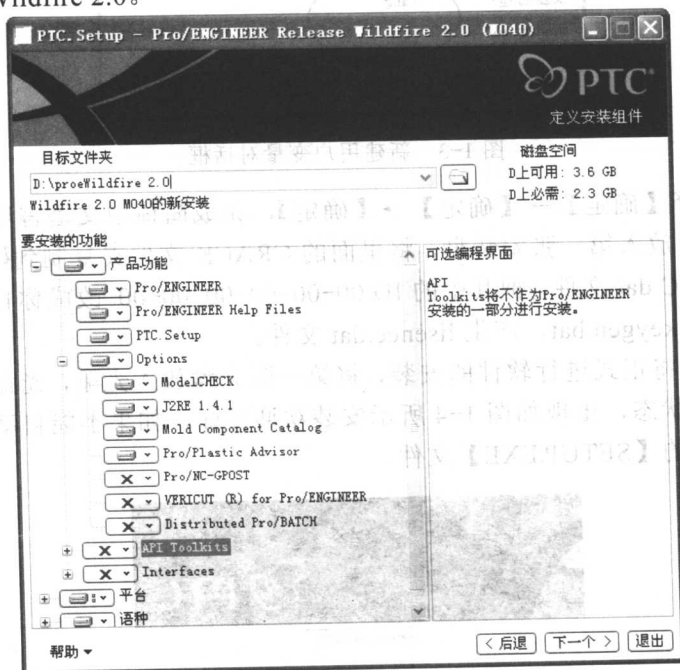

图 1-6 定义安装组件界面
10) 下面出现如图 1-6 所示的定义安装组件界面, 在此将安装目录设置为 d:\proeWildfire 2.0。